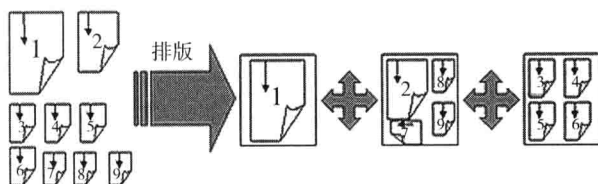

图 2 自由拼
(2) 自由拼。是以节省材料（胶片）为目的，拼版方式较为简单，主要工作方式是将不同尺寸的不同文件拼在一起，使胶片的有效使用面积最大。但对在同一台印刷机上印刷的文件组版时也需要对印刷方式有一定了解。如图 2 所示。